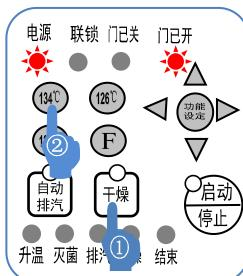

图 12
①放好灭菌物，闭合上盖，将门开关手柄扳至 \blacklozenge 位置，门已关灯亮起，需在“未接启动键”的状态下设定灭菌温度与灭菌时间。
①一键式操作：当用户所需灭菌温度为操作面板上规定的 3 种灭菌温度中的其中一种，可选用一键式操作模式。
- 按操作面板上的“干燥”键，再按所需的“灭菌温度”键。图 12